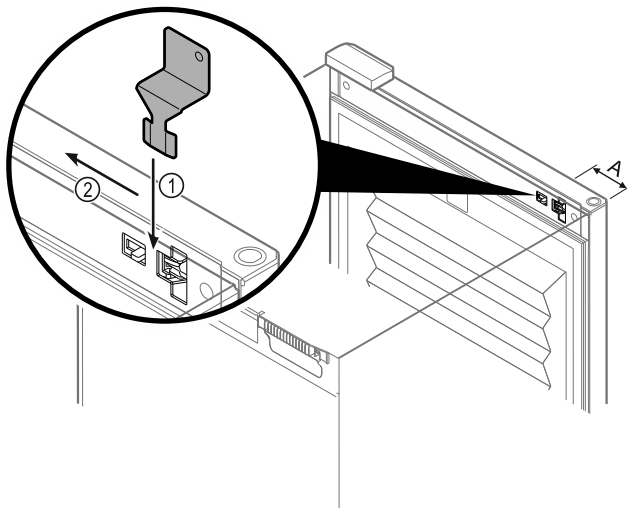

Fig. 114
- ▶ Notentriegelungsschlüssel an vorgegebener Stelle positionieren Fig. 114 (A) \approx 100 mm.
- ▶ Notentriegelungsschlüssel Fig. 114 (1) zwischen Tür und Gerätekorpus von oben bis zum Anschlag einstecken.
- ▶ Notentriegelungsschlüssel in Richtung Scharnier ziehen. Fig. 114 (2)